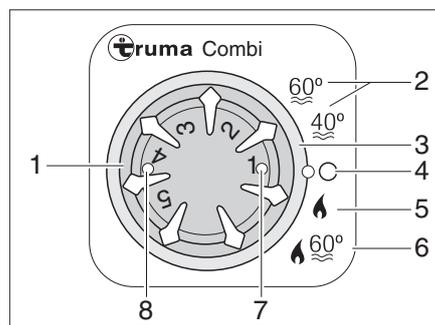

Bild 247 Bedieneinheit für Heizung/Boiler
*Betriebsart wählen:* ■ Betriebsart mit dem Drehschalter (Bild 247,3) einstellen.
**Winterbetrieb** Die Heizung wählt nach eingestellter Heizstufe selbstständig die benötigte Brennerstufe. Bei Betriebsart "Heizung und Boiler" (Bild 247,6) wird auch das Wasser im Boiler erhitzt. Die Heizung kann in der Betriebsart "Heizung ohne Boiler" (Bild 247,5) mit leerem Boiler betrieben werden.
- Temperaturdrehknopf (Bild 247,1) an der Bedieneinheit auf gewünschte Heizstufe stellen.
- Drehschalter (Bild 247,3) auf Winterbetrieb "Heizung ohne Boiler" (Bild 247,5) oder auf Winterbetrieb "Heizung und Boiler" (Bild 247,6) stellen.
Grüne Kontroll-Leuchte (Bild 247,7) leuchtet.
- Drehschalter (Bild 247,3) auf "O" (Bild 247,4) stellen.